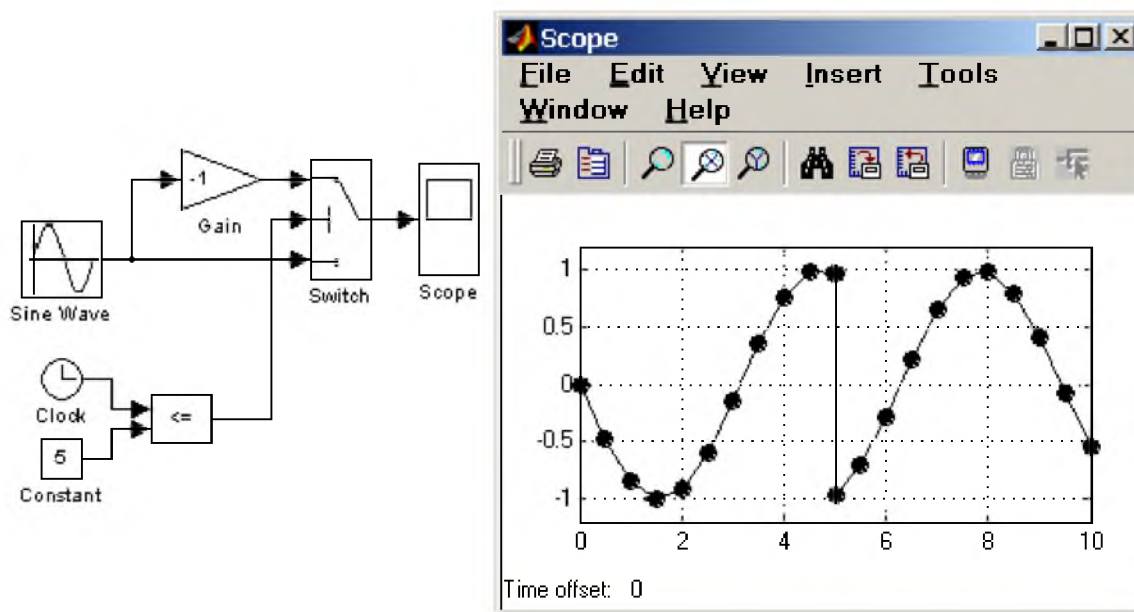

Рис. 13.6 Пример модели с изменением полярности сигнала
1. **Zero crossings** – Переход сигнала через нулевой уровень при его скачкообразном изменении. На рис. рис. 13.6 показан пример модели, в которой имеет место такая ситуация. На рисунке хорошо видно, что в момент времени $t = 5$ с происходит скачкообразное изменение сигнала с пересечением нулевого уровня.